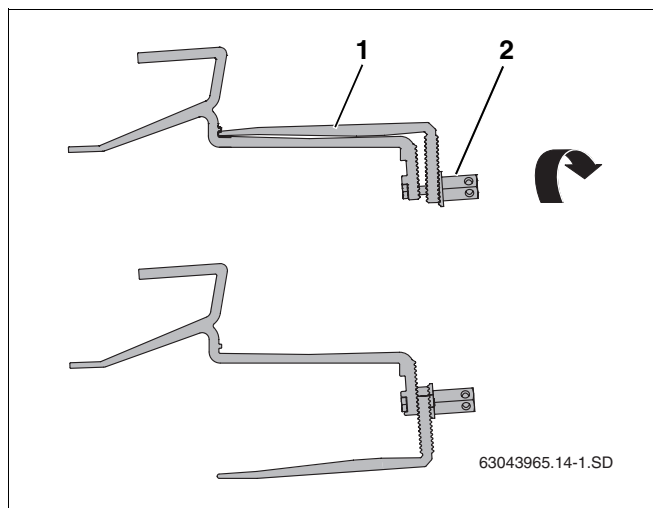

Рис. 12 Поворачивание нижней части кровельных крюков
- Открутить высокую гайку (рис. 12, поз. 2) на кровельном крюке и перевести его нижнюю часть (рис. 12, поз. 1) в правильное положение.